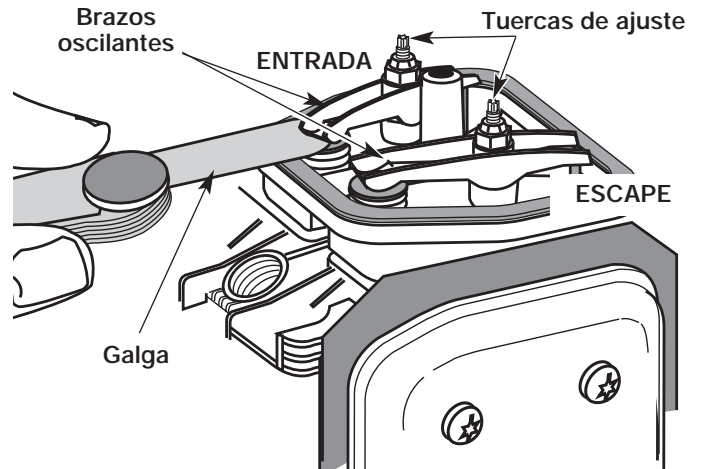

Figure 54
9. Deslice la galga entre el brazo oscilante y el resorte de retorno de la válvula. Mida el huelgo entre el vástago de la válvula y el brazo oscilante (Fig. 54). Realice esto en las válvulas de entrada y de escape
El huelgo recomendado para las válvulas de entrada y de escape es .003 – .006 pulgadas (.076 – 0.152 mm). Use un calibrador regular de automóvil de .005 pulgadas (0.127 mm). El calibrador debe deslizarse entre el balancín y el vástago de la válvula con una ligera cantidad de resistencia, sin doblarse (Fig. 54).